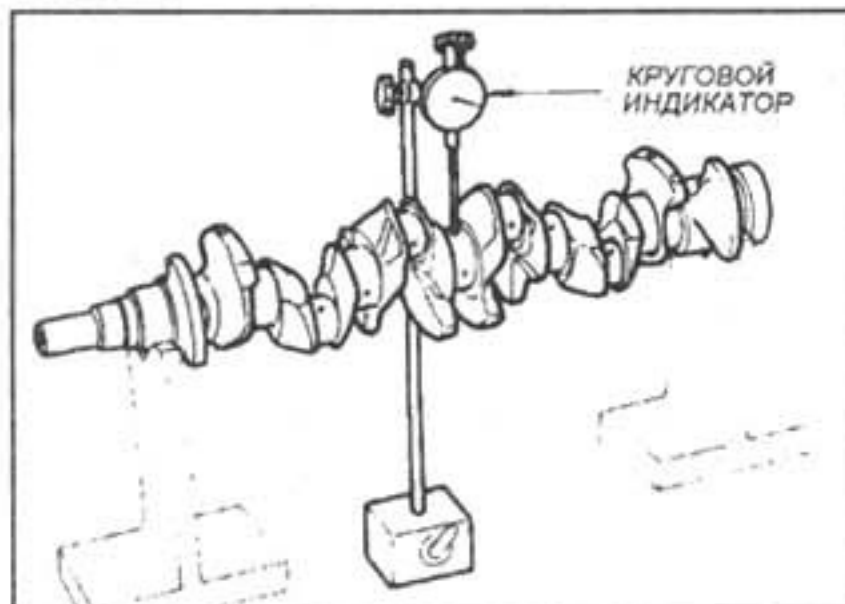

Рис. 3-106.
- 6) радиальное биение центральной коренной шейки (см. рис. 3-106)  $\leq 0.02$  мм;